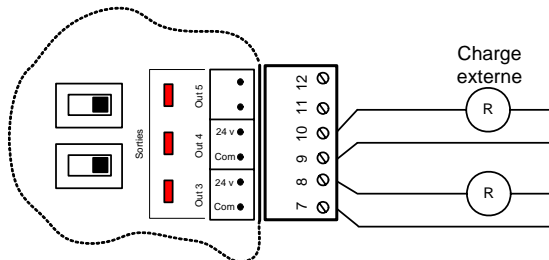

Figure 12: Raccordement des sorties actives 3 et 4
- 1) Sortie active. Le VC1000 alimente la charge (voir Figure 12).